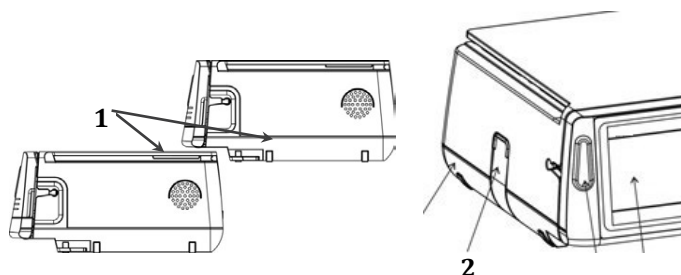

Рис. 7. Объединение насосов в один блок
2. Объедините насосы в один блок с помощью направляющих (1), как показано на рис. 7 и с помощью кнопки фиксации (2) закрепите их друг с другом.